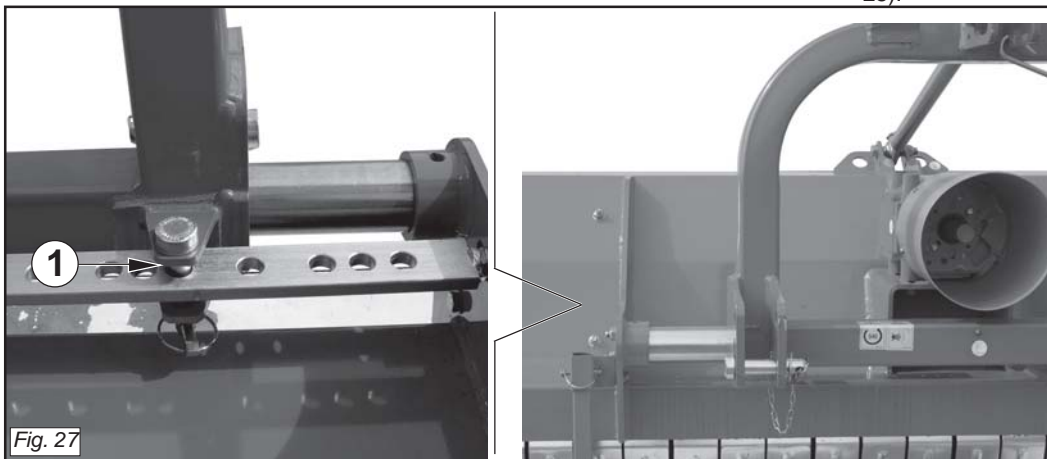

Fig. 27
- Togliere il perno (1 Fig. 27) dalla barra di fermo.
- *Remove the pin (1 Fig. 27) from the retainer bar.*
- îndepărtați bolțul (1 Fig. 27) barei de blocare.